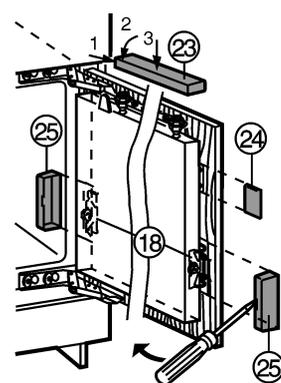

Fig. 28
- ▶ Applicare il coprifuga superiore Fig. 28 (23) e innestare in posizione.
- ▶ Applicare il coprifuga laterale Fig. 28 (24), spingerlo fino alla battuta e quindi inserirlo a pressione a scatto.
- ▶ Infilare i coprifuga Fig. 28 (25) lateralmente, e quindi tirarli in avanti con un cacciavite inserendoli bene a scatto.